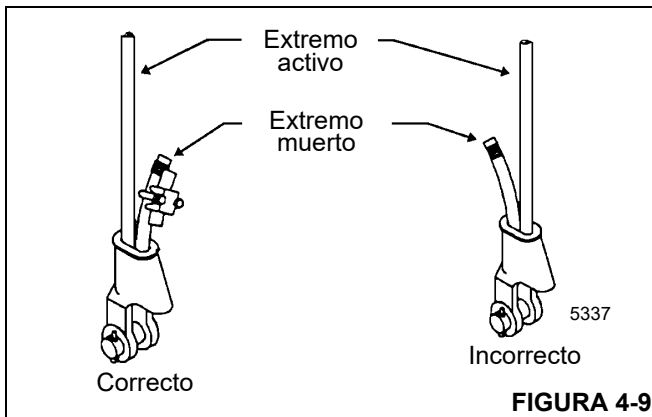

FIGURA 4-9
3. Verifique que el lado del extremo activo del cable (Figura 4-9) quede directamente en línea con las orejetas del receptáculo y en el sentido de la tracción que se aplicará al cable. Si el cable no se instala correctamente en el receptáculo, el cable se doblará bajo carga a medida que sale del receptáculo. El borde del receptáculo desgastará el cable, causando daños y la probabilidad de que falle.